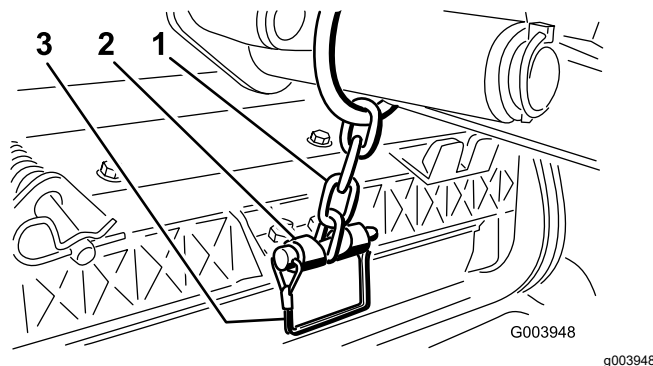

Figure 9
12. Fixez la chaîne du bras de levage au support de la chaîne avec la goupille à fermoir (Figure 9).